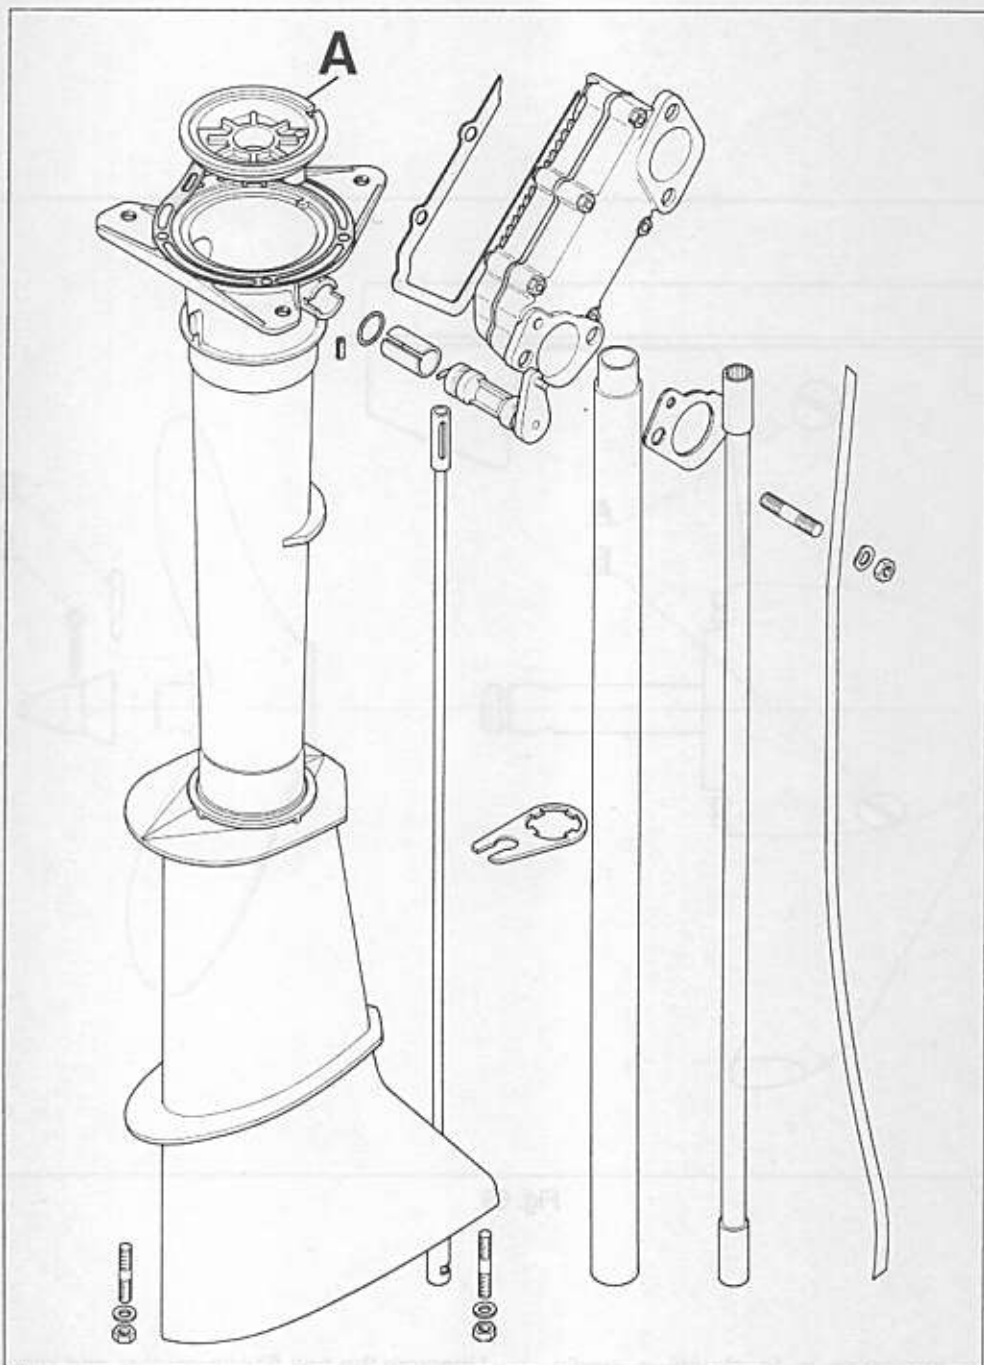

Fig. 68
The cap A is firmly riveted (Fig. 68) — 80 cc models.
- La flangia A sia ben fissata (Fig. 68) nei motori con 80 cm³.